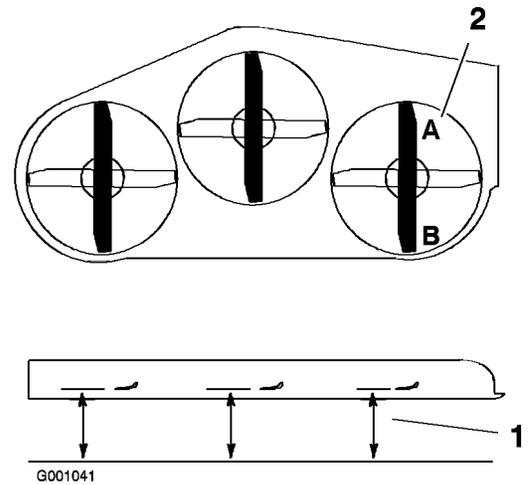

Figure 74
1. Tournez la lame droite dans le sens longitudinal (Figure 74).
2. Mesurez la distance au point **A** entre la surface plane et le tranchant de la pointe de la lame droite (Figure 74).
4. Mesurez la distance au point **B** entre la surface plane et le tranchant de la pointe de la lame droite (Figure 74).
6. La lame doit être plus basse de 6 à 10 mm au point **A** qu'au point **B** (Figure 74). Si ce n'est pas le cas, passez aux étapes suivantes.